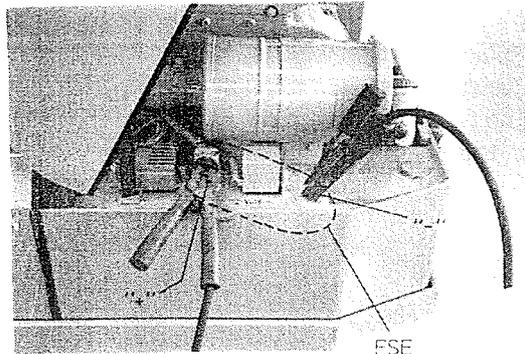

Bild 12
1. Fremde Batterie am » + « -Pol anklemmen und mit »+« -Pol der FSE an der Maschine verbinden. (Bild 12)